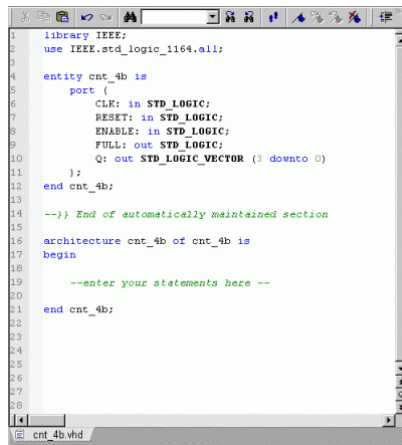

Рисунок 1.8 – Шаблон опису моделі в редакторі HDE
- 1.2.2.4 Після клацання на кнопці *Finish* буде автоматично створений шаблон файлу опису моделі мовою VHDL. Цей файл завантажуватиметься в редактора HDE (рис.1.8).